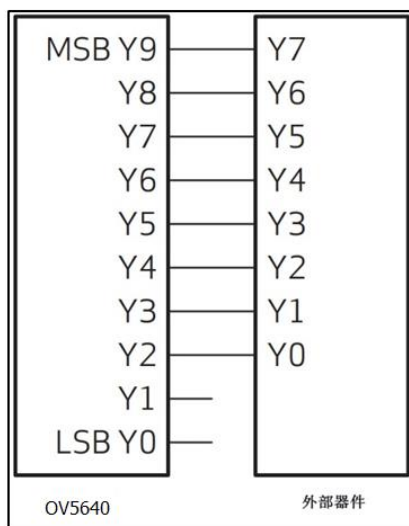

图 0-4 8 位数据线接法
标号④处包含了 DSP 处理单元，它会根据控制寄存器的配置做一些基本的图像处理运算。这部分还包含了图像格式转换单元及压缩单元，转换出的数据最终通过 Y0-Y9 引脚输出，一般来说我们使用 8 根数据线来传输，这时仅使用 Y2-Y9 引脚，OV5640 与外部器件的连接方式见图 0-4。